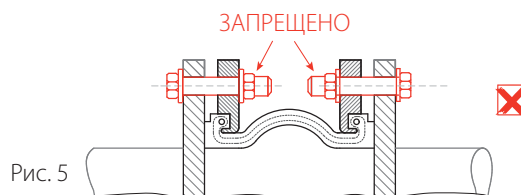
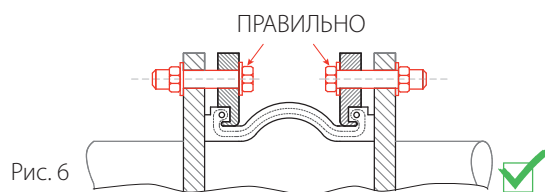

Рис. 5
Рис. 6
**ВАЖНО!** Категорически не допустим контакт резьбовой части болтов с резиновым корпусом компенсатора при соединении болт-гайка – головка болта на стороне трубопровода / резьбовая часть на стороне резинового корпуса виброкомпенсатора (рис. 5), т.к. острые края резьбовой части болтов могут привести к повреждению резинового корпуса компенсатора. Правильный вариант монтажа компенсатора при соединении болт-гайка – головка болта на стороне компенсатора (рис. 6).